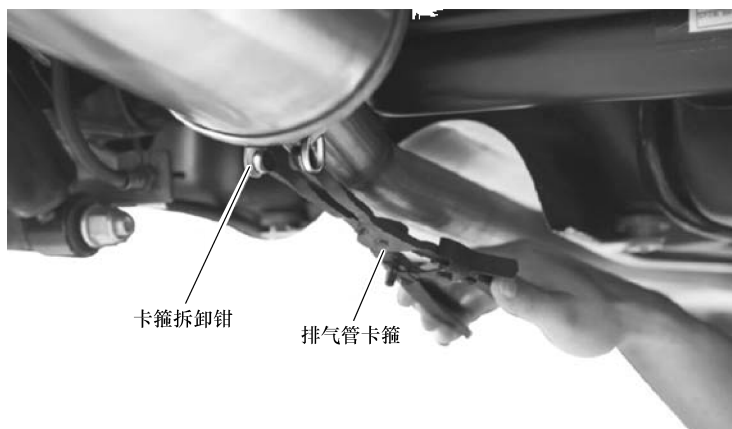

图 6-11 拆卸排气管卡箍
- 3) 借助排气管卡箍拆卸钳，拆卸排气管卡箍，如图 6-11 所示。